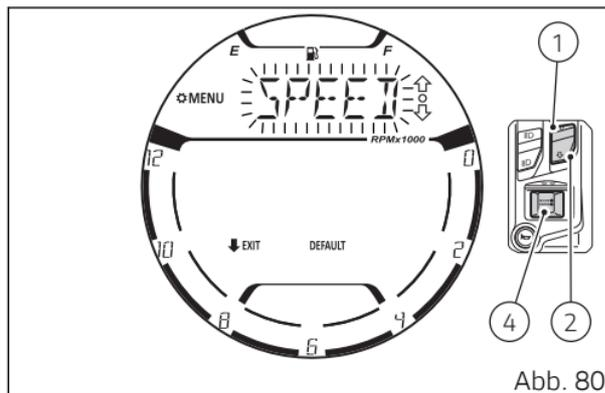

Abb. 80
„SPEED“ (Abb. 80) wählen und die Taste (4) drücken.
„SPEED“ (Abb. 80) blinkend anzeigen.
Daraufhin wird das Display die Angabe „SPEED“ (Abb. 80) blinkend anzeigen.